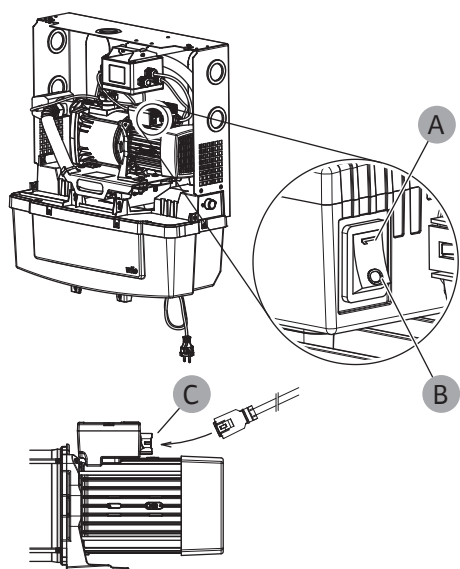

Fig. 23: Vypínač a přípojka napájení
4. Zkontrolujte, zda je vypínač čerpadla nastaven do polohy ZAP (Fig. 23 – A).
5. Zkontrolujte, zda je správně zapojena zástrčka napájení motoru (Fig. 23 – C).